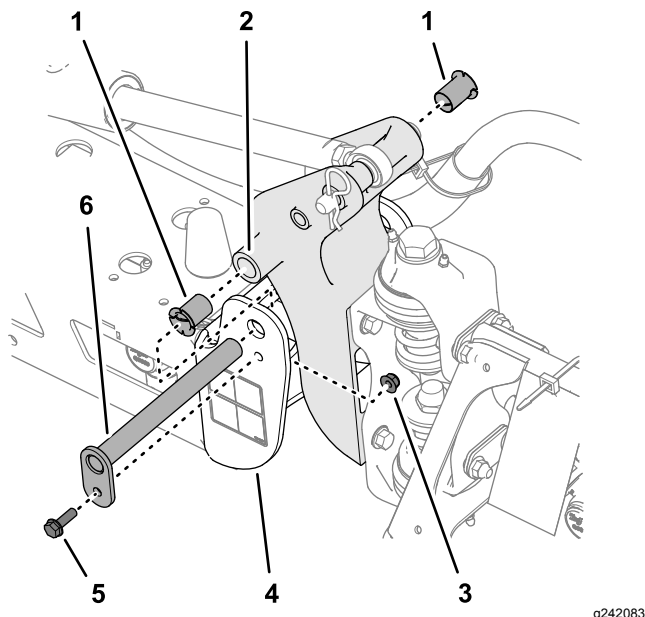

Figure 107
- Retirez le boulon et l'écrou qui fixent l'axe de pivot puis déposez l'axe (Figure 107).
5. Déposez et examinez les bagues en nylon à l'avant et à l'arrière du support de pivot (Figure 107).
- Lubrifiez les bagues en nylon avec un peu d'huile et posez-les dans le support de pivot (Figure 107).
- Alignez les trous du support de pivot et les trous du profilé d'extrémité (Figure 107).